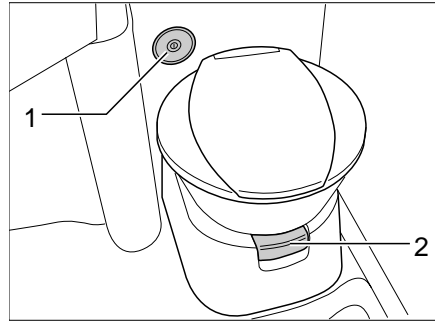
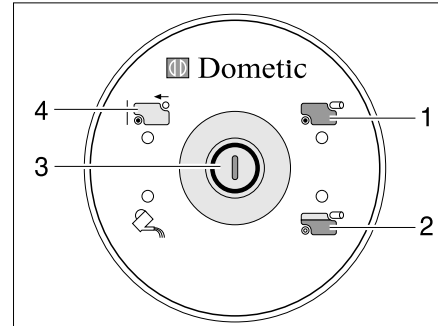

Bild 234 Toilettenschüssel mit Kontroll- und Bedieneinheit
Bild 235 Kontroll- und Bedieneinheit Toilette
Vor der Benutzung der Toilette etwas Wasser in die Toilettenschüssel laufen lassen. Dazu den Spülknopf (Bild 235,3) an der Kontroll- und Bedieneinheit (Bild 234,2) drücken.
- Vor dem Spülen den Schieber der Toilette öffnen. Dazu den Schieberhebel (Bild 234,1) herausziehen.
- Zum Spülen den Spülknopf (Bild 235,3) drücken.
Die Kontroll-Leuchte (Bild 235,2) leuchtet, wenn der Fäkalientank zu 3/4 gefüllt ist. Die Kontroll-Leuchte (Bild 235,1) leuchtet, wenn der Fäkalientank entleert werden muss.
- Den Schieber öffnen. Dazu den Schieberhebel (Bild 234,1) herausziehen.
- Den Schieberhebel (Bild 234,1) hineindrücken. Der Schieber wird geschlossen. Zum Entleeren **muss** an der Toilette der Schieber geschlossen sein.
- Fäkalientank entnehmen und entleeren, wie in den Abschnitten 11.8.5 und 11.8.6 beschrieben. An der Kontroll- und Bedieneinheit leuchtet die Anzeige "Fäkalientank entnommen" (Bild 235,4).